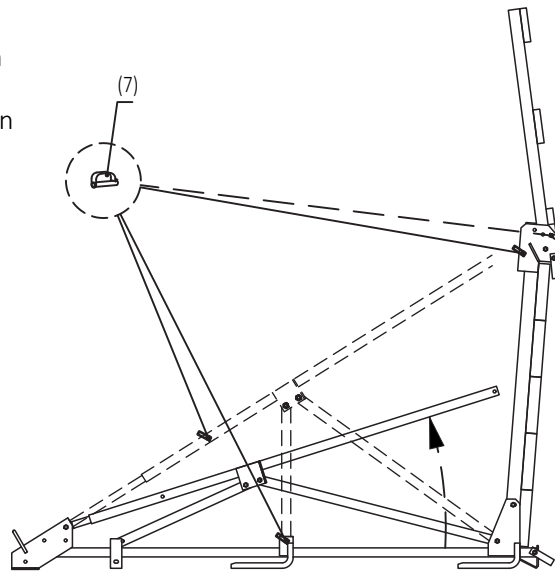

Bild 4.1.3
- 3 Gesperre mit Stahlrohrverband anheben und mit Federsteckbolzen (7) sichern. Die selbstsichernden Federsteckbolzen sind mit Seilschlaufen an der Konsole angebracht. An jeder Klappkonsole müssen vier Federsteckbolzen an den Stellen platziert werden, deren Lage auf dem Aufkleber an der Klappkonsole markiert ist (Bild 4.1.3).